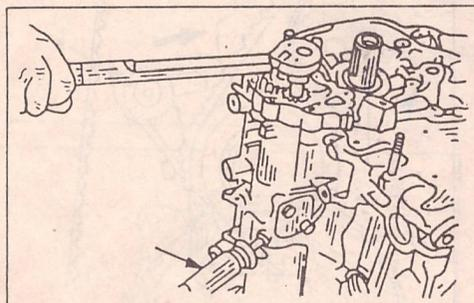

Рис. 20.
- Снять передний кожух с балансировочного вала. Для этого можно воспользоваться отверткой, вставив ее, как показано стрелкой на рис. 20. Нельзя вставить отвертку в какое-либо другое место.